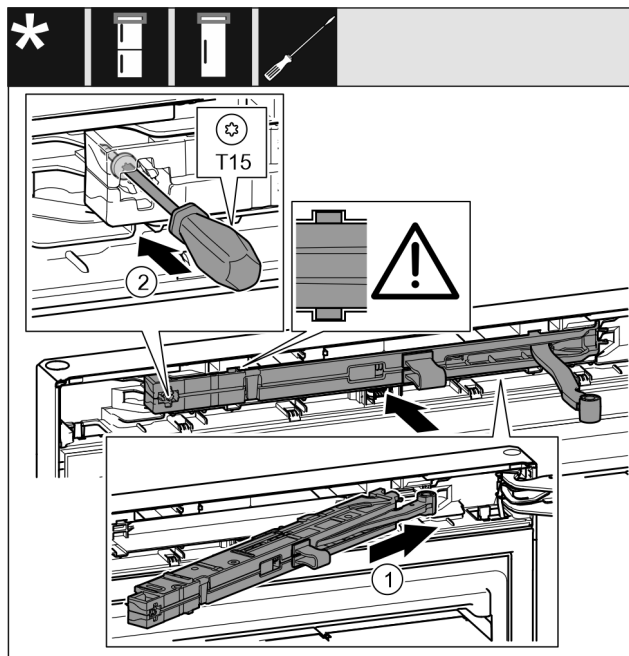

Fig. 20
- ▶ Introduzca la unidad de amortiguador de cierre en el lado del soporte de cojinete en posición inclinada en la escotadura hasta el tope. Fig. 20 (1)
- ▶ Apriete el tornillo con un destornillador T15. Fig. 20 (2)